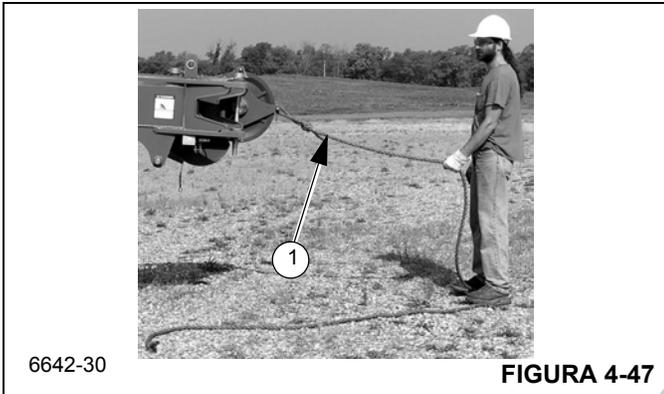

FIGURA 4-46
8. Conecte a manilha de armazenamento (1) (Figura 4-46) às duas seções e instale o pino (2) e o grampo de retenção (3).